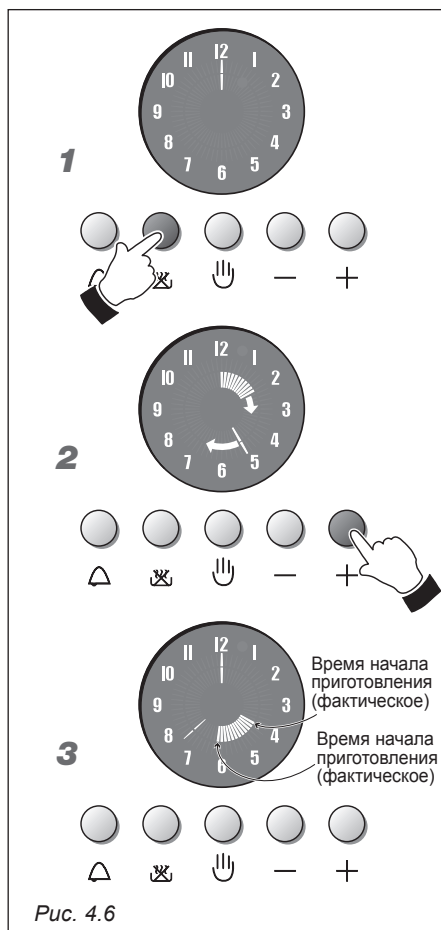

Рис. 4.6
ПОЛУАВТОМАТИЧЕСКОЕ ПРИГОТОВЛЕНИЕ (Рис. 4.6)
1. Рис. 4.6 – Для того чтобы задать время приготовления (не более 6 часов), нажмите на кнопку (⌘), светящиеся стрелки электронных часов погаснут, и загорится светящаяся стрелка, указывающая на 12.
2. Рис. 4.6 – В течение 7 секунд нажмите на кнопку (+), на дисплее загорится другая светящаяся стрелка (как секунды и минуты). Каждому увеличению на одну дополнительную стрелку внутреннего круга соответствует одна минута. Более того, по прошествии каждых 12 минут загорается светящаяся стрелка внутреннего круга (5 светящихся стрелок соответствуют часу). Для уменьшения необходимого времени нажмите на кнопку (–).
3. Рис. 4.6 – Через 7 секунд автоматически загорятся стрелки внутреннего круга, на дисплее будет указано оставшееся время приготовления.
АВТОМАТИЧЕСКОЕ ПРИГОТОВЛЕНИЕ (Рис. 4.6)